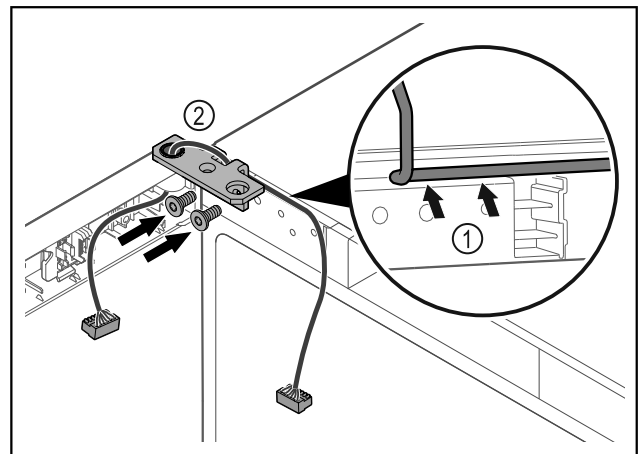

Fig. 57
- ▶ Prakiškite laidą pro šarnyrinio kampuočio angą ir atsargiai nutieskite Fig. 57 (1).
- ▶ Prisukite šarnyrinį kampuočių Fig. 57 (2).